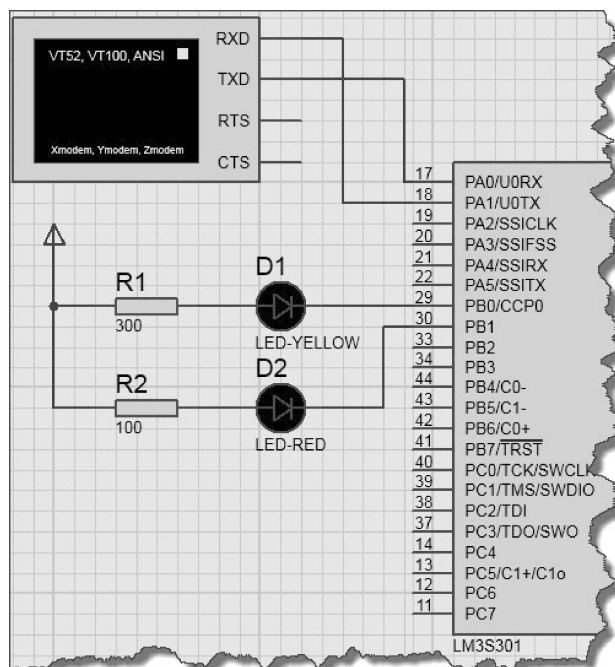

图 11-11 周期定时器程序的测试电路
2) 搭建周期定时器程序的测试电路, 如图 11-11 所示。